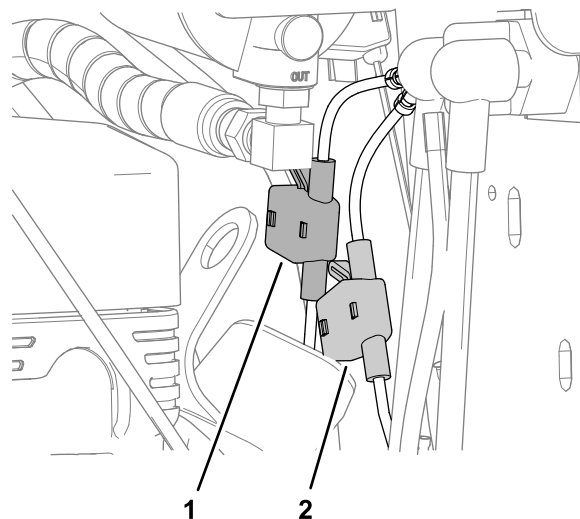
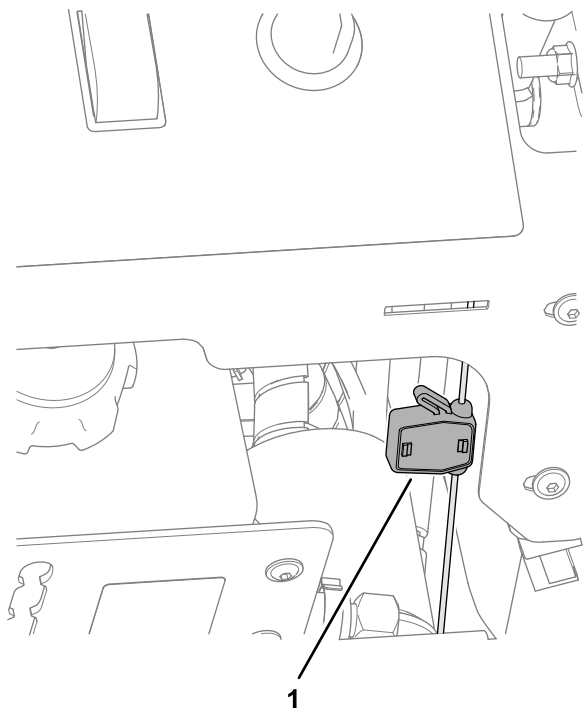

Figure 86
Figure 85
2. Ouvrez le couvercle du porte-fusibles (Figure 85 ou Figure 86).
3. Sortez le fusible de son emplacement dans le porte-fusibles (Figure 85 ou Figure 86).
4. Insérez un fusible du même type dans l'emplacement dans le porte-fusibles (Figure 85 ou Figure 86).
5. Refermez le couvercle du porte-fusibles jusqu'à ce qu'il s'enclenche en place (Figure 85 ou Figure 86).